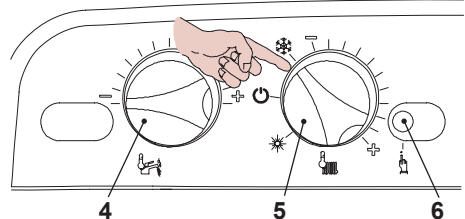
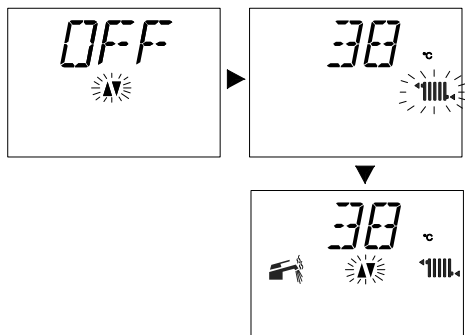

Fig. 6.5
Fig. 6.6
- Ruotare il selettore di funzione 5 come indicati in Fig. 6.5, la caldaia è nella funzione "attesa inverno" nel LCD comparirà l'indicazione visiva riportata nella Fig. 6.6.